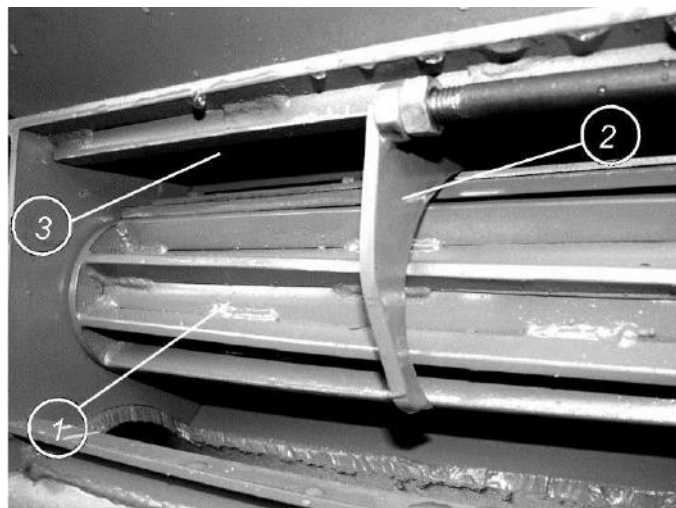
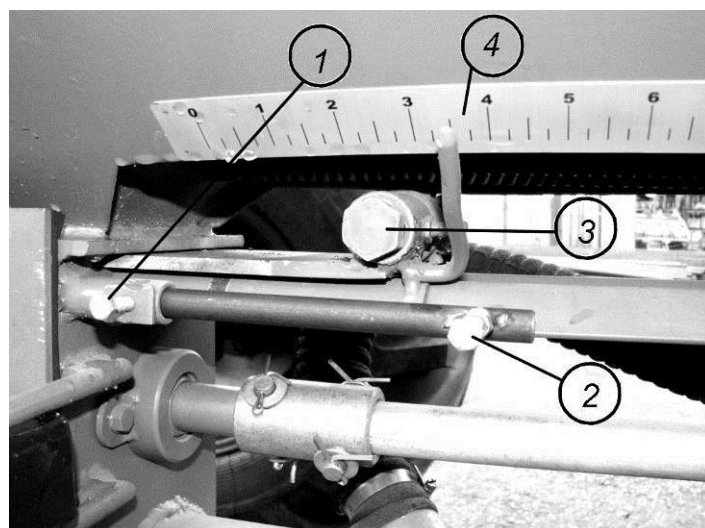

Рис. 6.4.1. Дозирующий узел
Рис. 6.4.2. Положение указателей
Теоретически определенная норма высева должна быть обязательно проверена путем калибровки высевающих узлов, особенно для люцерны, подсолнечника и удобрений. Норма высева устанавливается по линейкам 4, укрепленным на боковой стенке бункера рядом с дозирующими узлами (рис. 6.4.2). Положение вертикальной пластины 2 и горизонтальной выдвижной крышки 3 определяет рабочий объем 1 дозирующего узла (рис 6.4.1). Данные для определения нормы высева см. в табл. 6.4.1-6.4.4.
Определив норму высева и соответствующее ей количество делений, необходимо отрегулировать положение пластины 2 и крышки 3 (рис. 6.4.1) и связанных с ними указателей 2 и 3 соответственно (см. рис. 6.4.2).
1. Отпустить стопорный болт 1 (рис. 6.4.2) на прутке с вертикальной регулировочной пластиной. Установить короткий неокрашенный указатель 2 против нужного деления линейки и зажать болт 1.